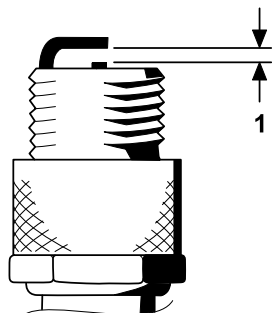

Bild 32
4. Stellen Sie den Abstand zwischen der mittleren und seitlichen Elektrode auf 0,76 mm ein, wie in Bild 32 dargestellt.